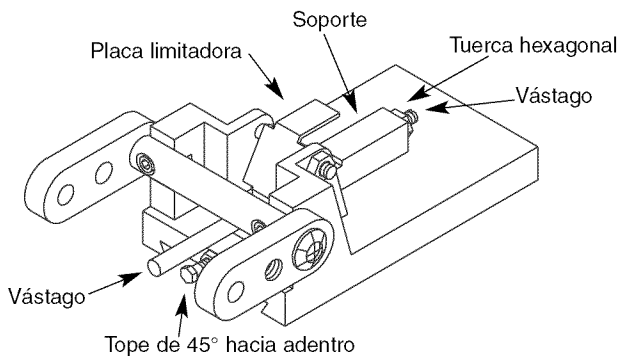

Figura 4 – Topes Limitadores
- Cerciórese de que la placa limitadora (véase la Figura 4) descansa en la ranura del bloque. Coloque la guía contra el vástago y fíjela en su lugar mediante la manivela de inclinación.